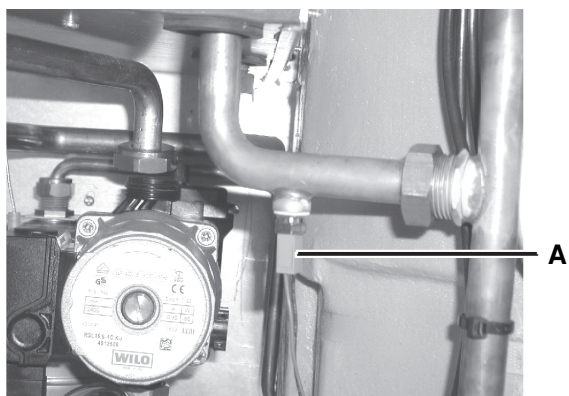

fig. 3
Per la sonda NTC riscaldamento **A** riferirsi alla (fig.3) e per la sonda NTC sanitario **B** riferirsi alla (fig.4).
- Togliere il cablaggio elettrico dell' NTC riscaldamento **A** (fig.3).